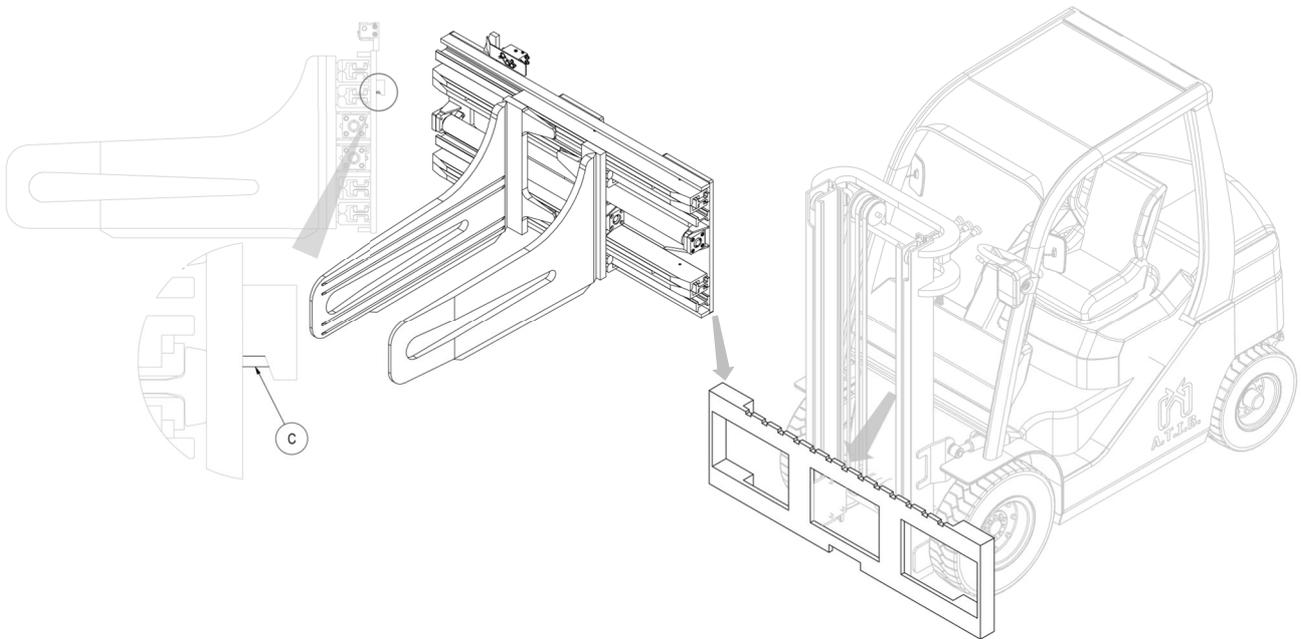

Abbildung 3
6. Hängen Sie jetzt das Gerät an einen Brückenkran oder einen Flaschenzug mit ausreichender Tragleistung und setzen Sie es auf die Gabelträgerplatte. Achten Sie darauf, dass der Zentrierstift **C** in die Mittelkerbe der Trägerplatte einrastet (siehe *Abbildung 3*).